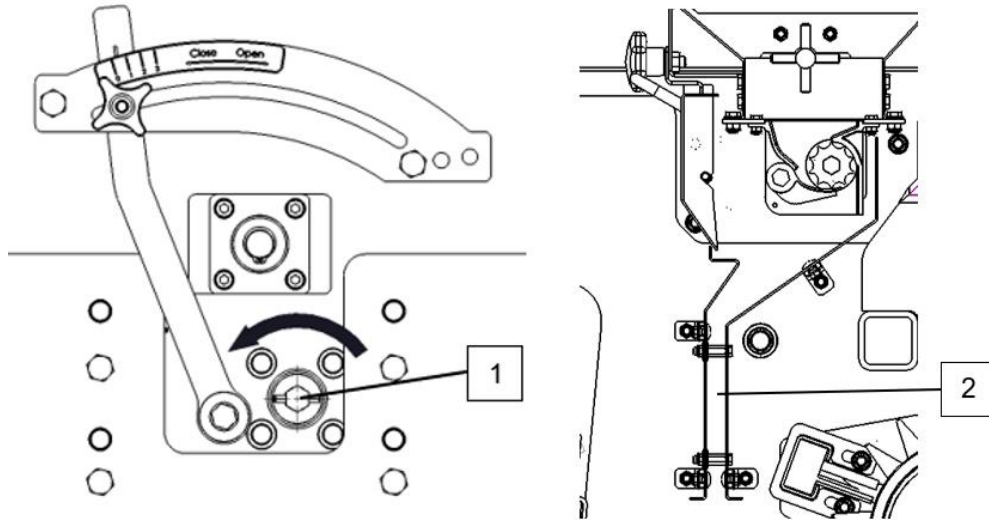

Abb. 5-1
- Überprüfen Sie, ob sich die Welle, die die Saatbecher antreibt, reibungslos dreht. Bei leerem Trichter muss sich die Welle (1) mit einem Schraubenschlüssel ohne großen Kraftaufwand drehen lassen. Drehen Sie die Welle in Pfeilrichtung. (Siehe Abb. 5-1)
- Prüfen, dass der Saatkanal (2) nicht verstopft ist. (Abb.5-1)